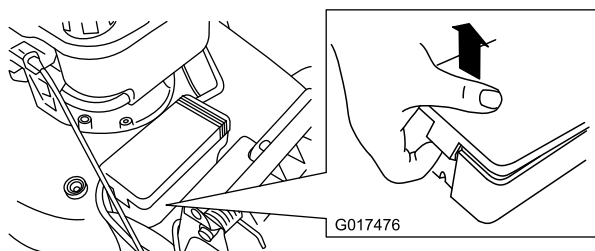

Figura 37
1. Desenganche ambos extremos de la tapa de la batería y retírela (Figura 37).